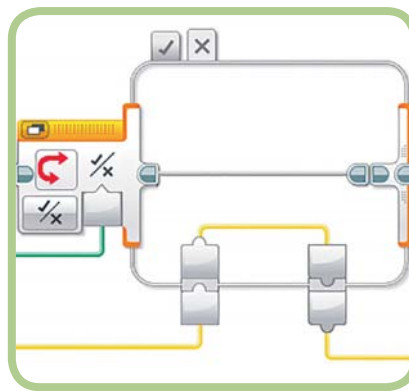

Рис. 9.17. Передача значения через блок **Переключатель** (Switch) в неизменном виде
3. Ты можешь использовать блок **Переключатель** (Switch) с шинами данных, чтобы ограничить значение. Например, блок датчика может сравнить показание с пороговым значением и передать результат блоку **Переключатель** (Switch) в режиме **Логическое значение** (Logic). В одном случае блок **Переключатель** (Switch) передавал бы значение из блока датчика через пустой блок **Переключатель** (Switch) и дальше через шину данных (рис. 9.17), в другом — максимальное значение.